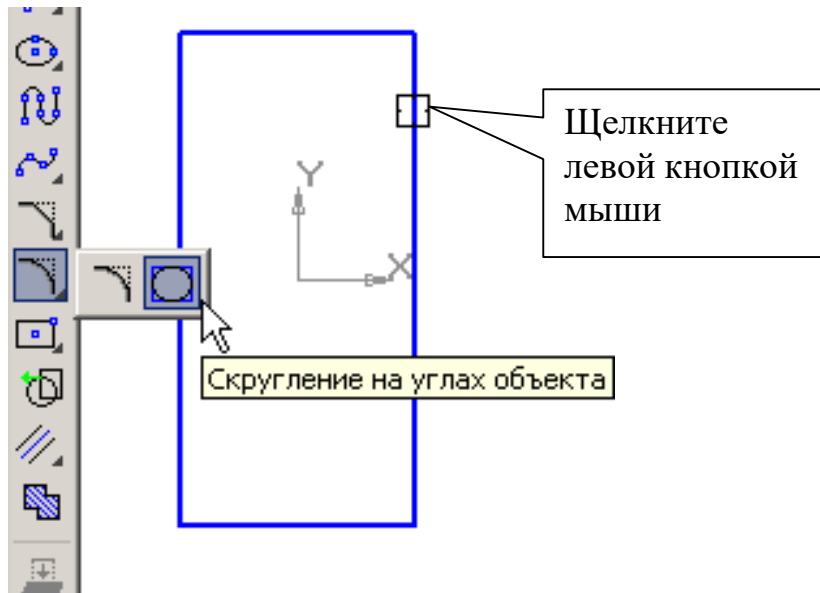

Рис. 3
2. Для выполнения скруглений на прямоугольнике сделайте активной команду **Скругление на углах объекта**, рис. 3.
Подведите курсор к построенному прямоугольнику (прямоугольник окрасится в красный цвет) и щелкните на его изображении левой кнопкой мыши, рис. 3. Скругления построены.